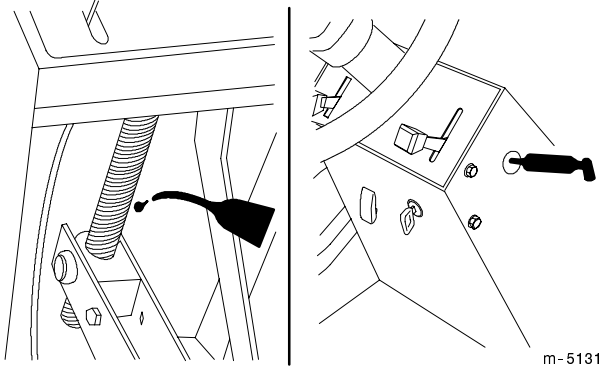

Bild 26
- Schmieren Sie die Büchsen am Fahrpedal sowie die Lenksäule mit einigen Tropfen SAE 10W-30 oder Trockensprüh-Schmierstoff (Bild 26).